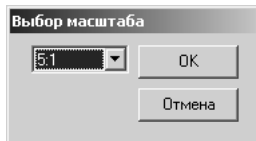

Рис. 4.80. Диалоговое окно **Масштаб вида**
- щелкните в диалоговом окне **Параметры построения** по кнопке **Масштаб вида**. Появится соответствующее диалоговое окно **Масштаб вида**, представленное на рис. 4.80;